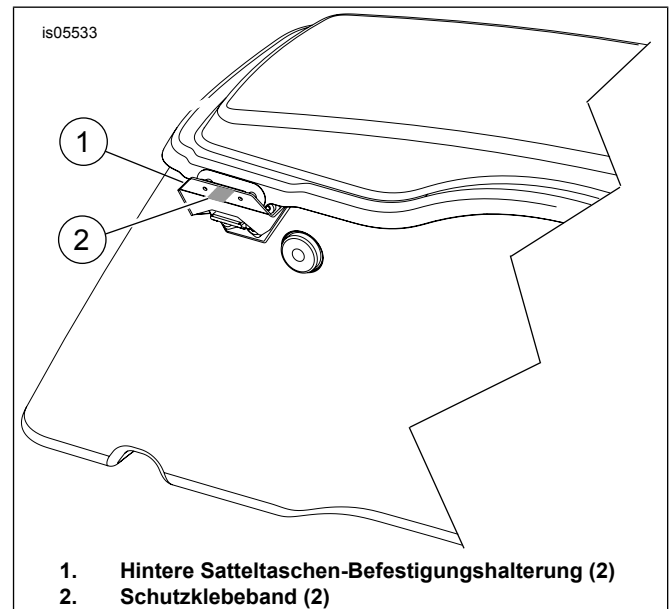

Abbildung 2. Schutzklebeband anbringen
5. Siehe Abbildung 2. Schutzklebeband (2) an der hinteren Satteltaschen-Befestigungshalterung (1) der Satteltasche wie abgebildet anbringen. Diese Schritte auf der gegenüberliegenden Seite wiederholen.